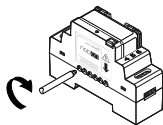

figure 2
- 4 Vissez les 6 vis du module afin de fixer les deux éléments entre eux (voir figure 2).